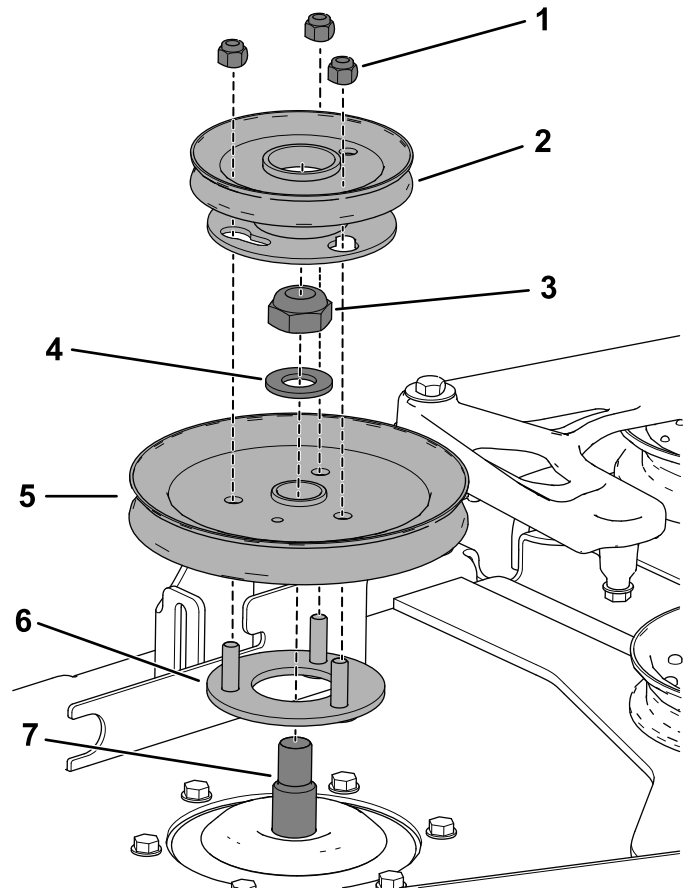

Figura 12
- Inserte los espárragos roscados en el soporte de la polea a través de los orificios en la polea de la carcasa (Figura 12).
- Utilice la contratuerca (¾") y la arandela que retiró anteriormente para fijar la polea de la carcasa al eje de cuchilla (Figura 12).
- Disponga la polea del soplador sobre los espárragos roscados e instale provisionalmente la contratuerca (Figura 12).